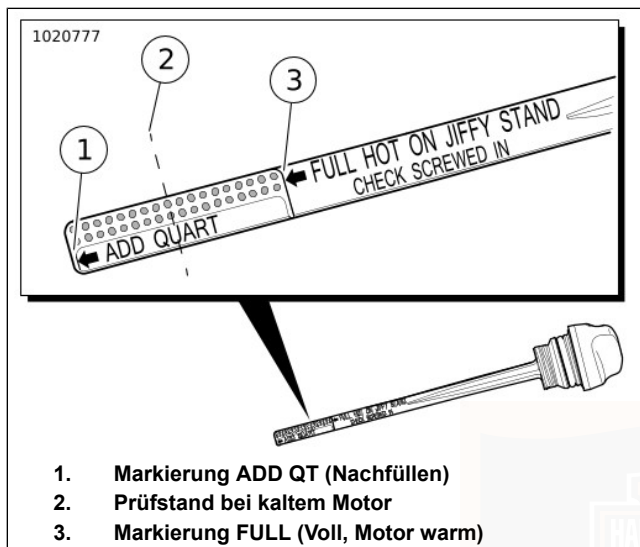

Abbildung 44. Motorölmessstab
- e. Siehe Abbildung 44. Ölstand prüfen. Der korrekte Ölstand bei kaltem Motor liegt auf halbem Wege (2) zwischen den Markierungen ADD QT (Nachfüllen) (1) und FULL HOT (Voll, heiß) (3) auf dem Ölmesstab.
5. Ölstand prüfen. Nur so viel Öl nachfüllen, um den Füllstand zwischen die Ölmesstab-Markierungen ADD QT (1) und FULL HOT (3) zu bringen.
- e. Siehe Abbildung 44. Ölstand prüfen. Der Ölstand sollte zwischen den Markierungen ADD QT (Nachfüllen) und FULL HOT (Voll, heiß) auf dem Ölmesstab stehen.